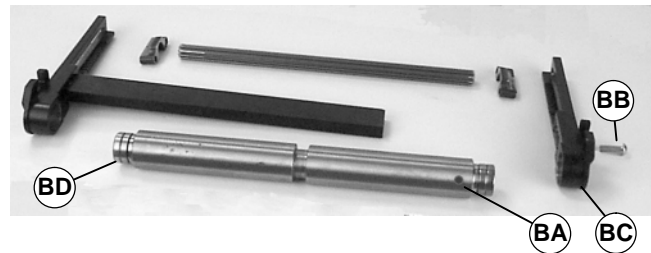

Abbildung 41
4. Lage des Magneten feststellen (BA siehe Abbildung 41). Die Schraube (BB) entfernen.